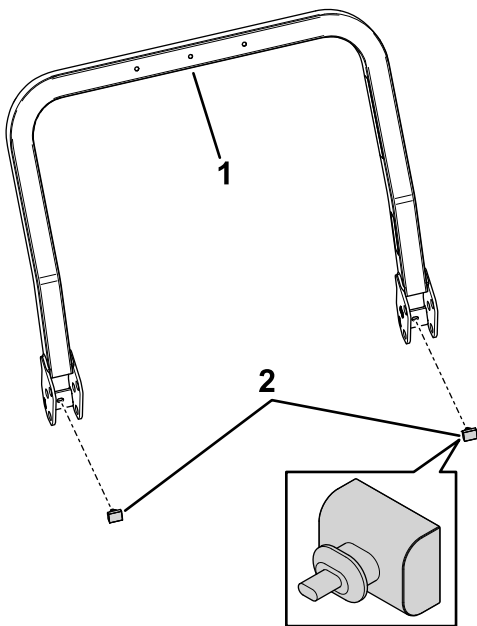

Figura 11
- Individuate il tubo del roll bar superiore. Montate 2 paraurti in gomma (Figura 11).